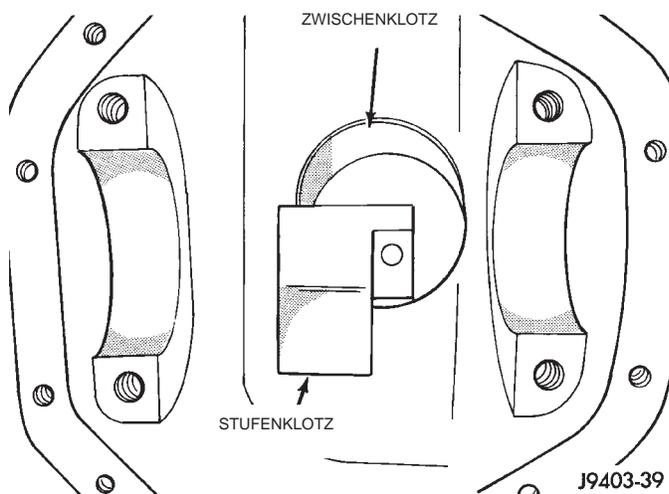

Abb. 58 Stufenklotz für Tiefenmessung
(2) Diese Baugruppe und das innere Lager in das Differentialgehäuse einbauen und durch die Lager-schalen hindurchschieben (Abb. 58).